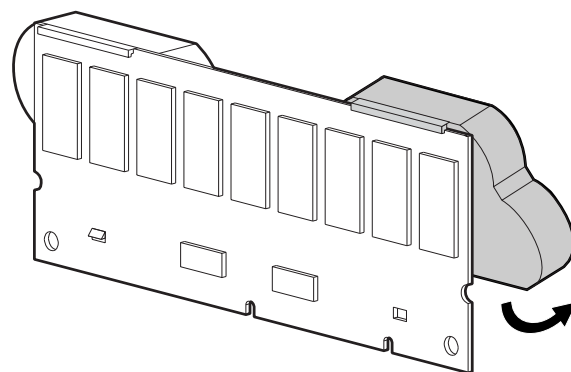

Figura 5: Inclinación de la batería
2. Incline hacia afuera la batería del módulo en un ángulo de 30 grados. Consulte la Figura 5.